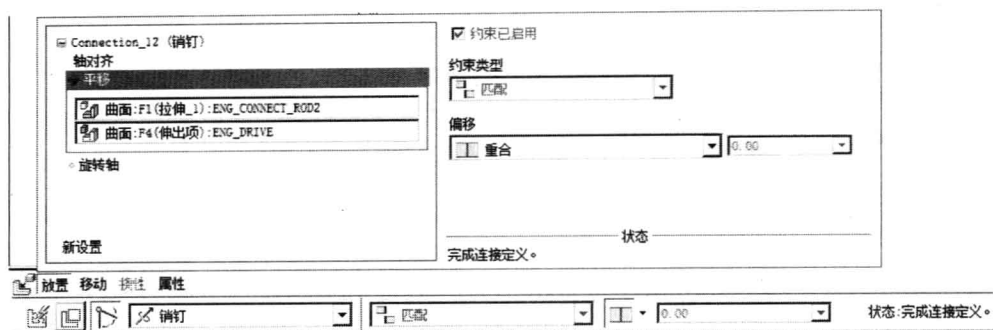
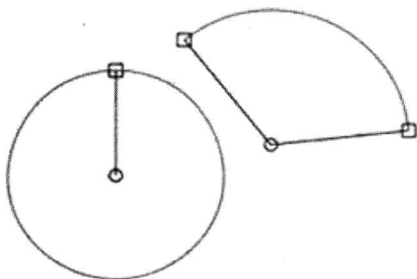

图 1-11 装配设置操作面板
图 1-12 绘制圆和圆弧
(9) 装配已经完全使用图标板模式操作,更符合野火版 Pro/E 的风格,装配和机构运动可以在图标板环境中随意切换,支持在装配环境下使用原来属于机构运动中的拖动功能查看模型,并且可以实时显示各元件之间的干涉情况。在装配时,只需要在零件和组件中分别选择装配的参考元素,如曲面或者轴线,系统会自动分析约束类型并自动添加约束,实现了鼠标不离开工作窗口即完成装配的功能,图 1-11 是野火 4.0 的装配图标板环境。
(10) 在 ISDX(交互式曲面设计)模块中,野火 4.0 可以对曲面间的相切关系直接进行定义,通过选择相切或者曲率连续即可定义曲面间的关系,软件会把相关的没有相切关系的曲线间自动添加相切关系,从而节省了软件设计曲面的时间,提高了设计曲面的效率。
(11) 在 ISDX(交互式曲面设计)模块中,新增加了绘制圆和圆弧的工具,提高了交互式曲面设计模块的曲线创建能力,如图 1-12 所示。